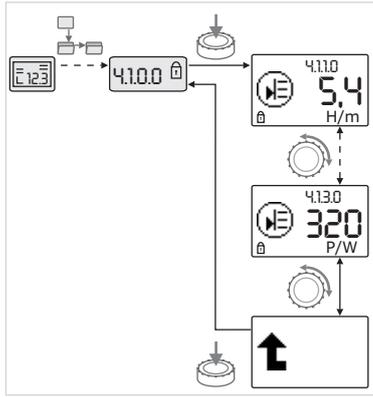

Fig. 44: Solicitud de información
- Girando el botón rojo se accede a elementos de menú del tipo “Información” del submenú actual (véase la Fig. 44). Para obtener una explicación de los ajustes representados por símbolos, véase la tabla del capítulo 8.7 “Referencia de elementos de menú” en la página 37.